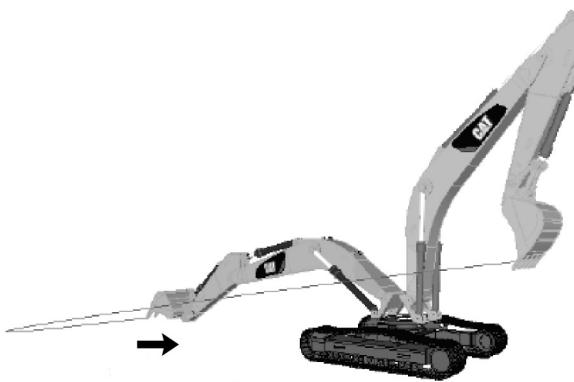

Ilustración 192
**Fase 4 – Levante la pluma, rótela de 180° a 270° y retraiga el brazo** (simultáneamente). Consulte la ilustración 192 .